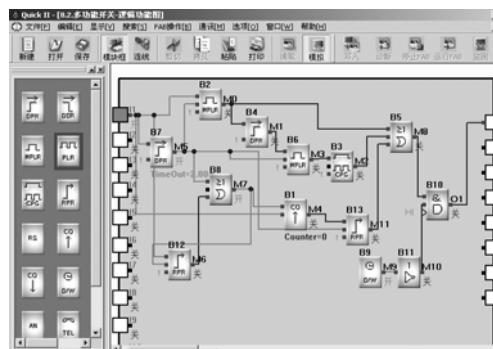

图 4.17 FAB 程序的模拟运行
- 1、用鼠标左键点击指令 FAB 操作选单下的模拟选项，再点击开始，如图 4.16 所示，或者直接用鼠标点击工具栏中的  按钮，则可开启模拟，此时您可从画面上的输入输出状态看到程序运行的结果，如图 4.17 所示。